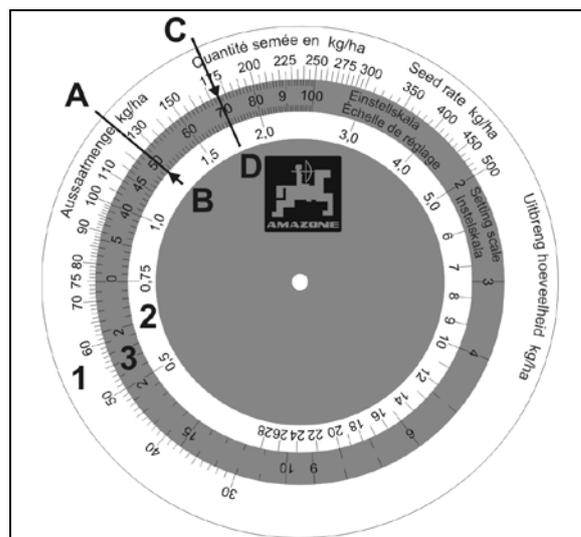

Fig. 94
La disquette de calcul comporte trois échelles graduées : une échelle extérieure blanche (Fig. 94/1) pour tous les débits supérieurs à 30 kg/ha, une échelle intérieure blanche (Fig. 94/2) pour tous les débits inférieurs à 30 kg/ha et une échelle centrale de couleur (Fig. 94/3) pour les positions du boîtier de 1 à 100.
2. Visualisez le débit de **125 kg/ha** (Fig. 94/A) et la position de boîtier **50** (Fig. 94/B) sur la disquette de calcul.
3. Toujours sur la disquette de calcul, déterminez la position de boîtier correspondant au débit souhaité de **175 kg/ha** (Fig. 94/C). Dans le cas présent, il s'agit de la position **70** (Fig. 94/D).